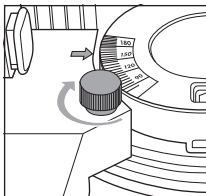

Abb. 5
- ◆ Drehen Sie die Feststellmutter **6** fest. Die Pfeile der beweglichen Arme **1** zeigen auf die Skala und geben den gemessenen Winkel an (siehe Abb. 5).